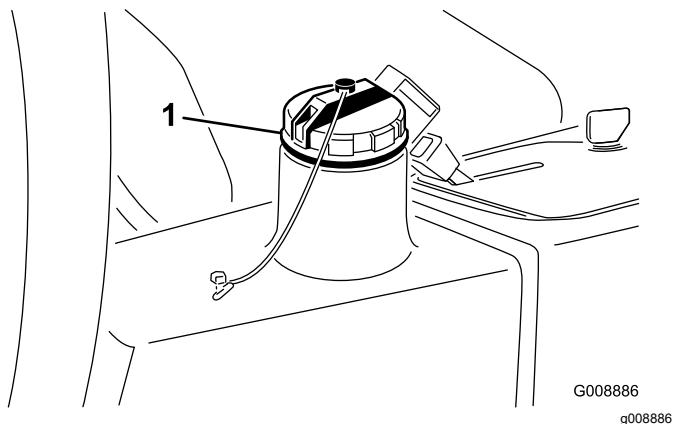

Figura 79
4. Llene el depósito (Figura 79) con aproximadamente 13,2 litros de aceite hidráulico; consulte Comprobación del sistema hidráulico (página 53).